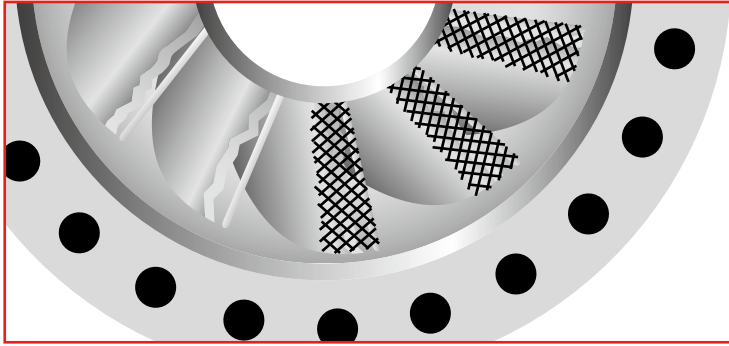

Figura 42. Lámina metálica perforada o malla de metal, usada sobre las aspas dañadas, reconstruye y refuerza el área reparada.
**2. Para los casos de aspas severamente erosionadas**, adhiera soldando lámina de metal agujerada o malla metálica desde la orilla de la reconstrucción hasta la superficie metálica existente. (Vea la figura 42).